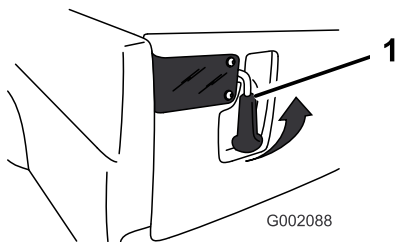

Bild 30
- Heben Sie die Riegelgriffe an, um die Riegel an der hinteren Bordwand zu öffnen (Bild 30). Diese schnappen dann in Richtung der Mitte der hinteren Bordwand aus. Senken Sie die hintere Bordwand langsam ab.